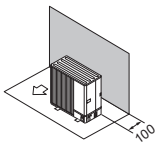

Fig. 2-6
- (1) Obstruction ou surface non dégagée à l'arrière uniquement (Fig. 2-6)